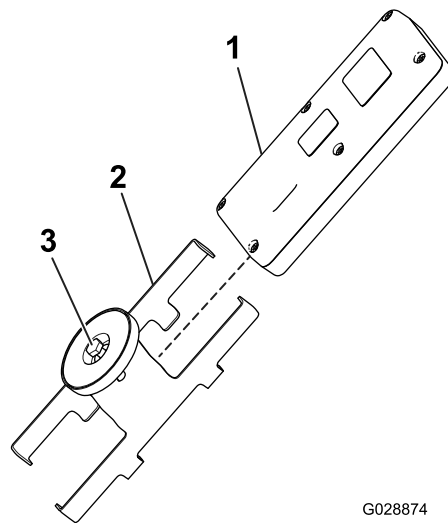

図 47
1. マグネット式ブラケットのマグネットについているボルトをゆるめる 図 47。
2. ブラケットの両側を開いてリモートを取り出す (図 47)。
- ハンドヘルドリモートをマグネット式ブラケットに取り付ける。ブラケットにリモートを入れ、ブラケットについているボルトを締め付ける (図 47)。